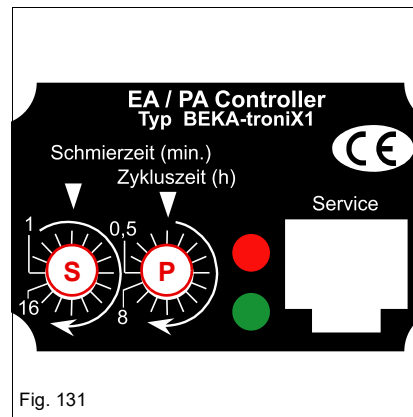

Fig. 131
- For tidsindstilling fjernes den røde ramme (*Fig. 131*) på pumpens motorbeskyttelseskabinet med en flad skrue-trækker.